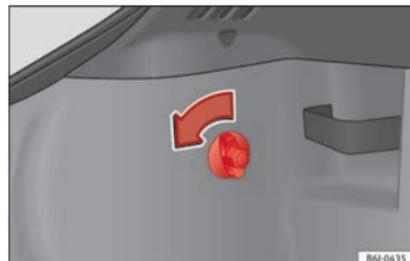

Fig. 195 Acceso a los pilotos posteriores.
- Gire el tornillo en el sentido de la flecha con la mano o con la ayuda de un destornillador »» fig. 195.
- Retire el conector del alojamiento (A) » fig. 195.